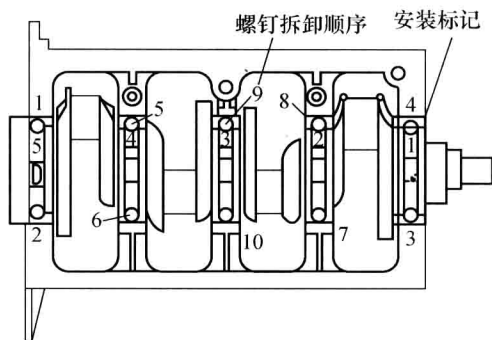
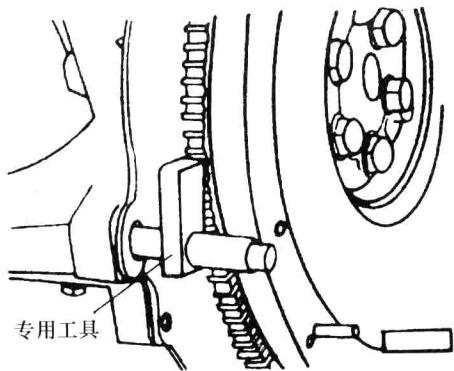

图 1-13 曲轴主轴承盖螺钉拆卸顺序
图 1-14 采用专用工具固定飞轮
(1) 旋松飞轮紧固螺钉，拆卸飞轮（飞轮较重，拆卸时注意安全）。
(2) 拆卸曲轴前端及后端密封凸缘及油封。
(3) 按图 1-13 螺钉序号从两端到中间旋松曲轴主轴承盖紧固螺钉，取下主轴承盖。注意：各缸主轴承盖有装配标记，不同缸的主轴承盖及轴瓦不能互相调换。
(4) 抬下曲轴，再将主轴承盖及垫片按原位装回，并将紧固螺钉拧入少许。注意曲轴推力轴承的定位及开口的安装方向。
(1) 在发动机机体上安装曲轴主轴瓦和推力轴承，并在轴瓦表面涂抹机油。
(2) 将曲轴平稳放入主轴瓦上, 注意推力轴承不要脱落或阻卡。
(3) 将主轴瓦装入主轴承盖中, 再把主轴承盖固定于发动机机体上, 按图 1-13 相反顺序和要求力矩 (桑塔纳 2000GSI 发动机为 $65\text{N} \cdot \text{m} + 90^\circ$) 分多次紧固螺钉。装配完毕, 用手摇转曲轴, 应该感觉轻松自如, 无阻卡, 否则应查找原因重新安装。
(4) 安装曲轴前、后油封。
(5) 安装飞轮部件, 采用专用工具固定飞轮 (图 1-14), 按要求拧紧飞轮固定螺栓 (桑塔纳 2000GSI 发动机拧紧力矩为 $60\text{N} \cdot \text{m} + 90^\circ$)。